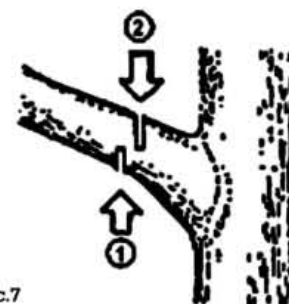

Рис.7
6.7 Резка ветви на стоящем дереве (рис.7)